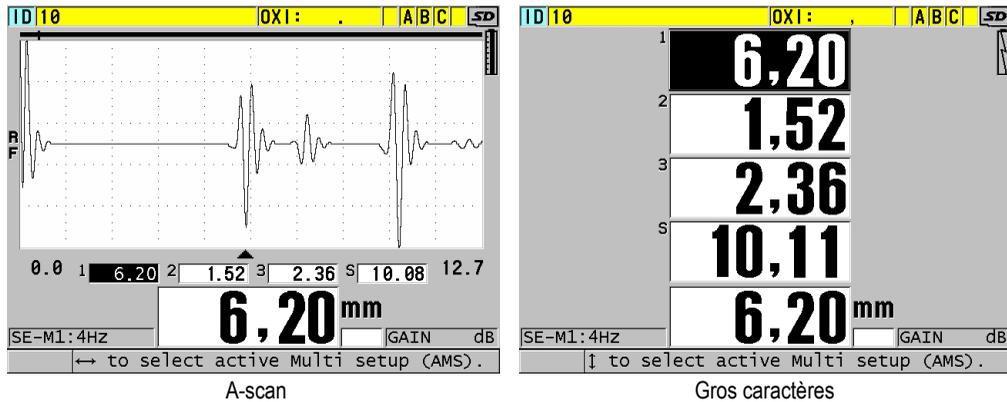

Figure 7-8 Modes d'affichage de mesures multiples avec trois couches et la somme
- d) Réglez le paramètre **MODE D'AFFICHAGE** à (voir la Figure 7-8 à la page 120) :
- c) Réglez le paramètre **MODE D'AFFICHAGE** à **A-SCAN OU GROS CARACTRE** (voir la Figure 7-8 à la page 120).